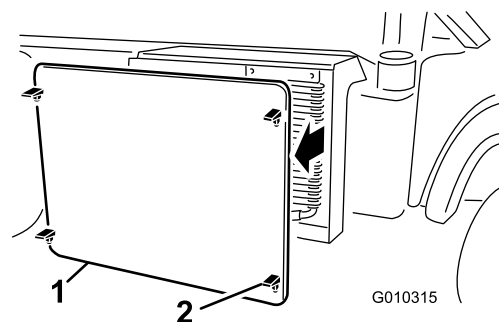

Figure 53
5. Déverrouillez et enlevez l'écran devant le radiateur (Figure 53).